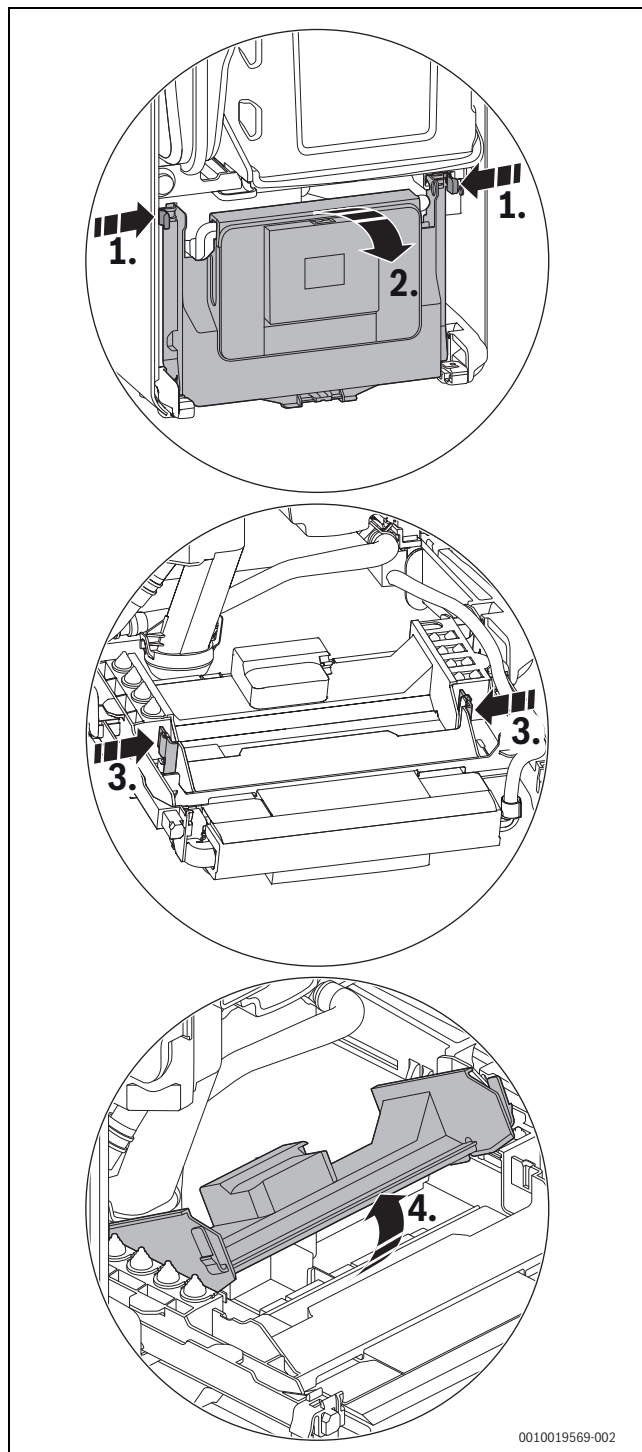

Bild 88 Abdeckung öffnen
► Steuergerät herunterklappen (→ Bild 88, Seite 47).